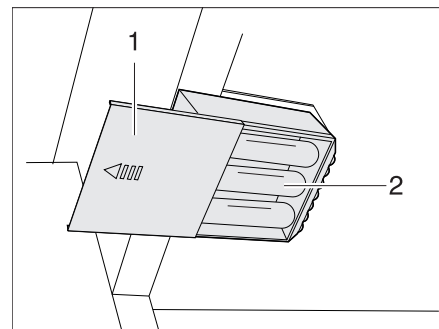

Fig. 285 Eclairage de la penderie avec DEL, compartiment à piles ouvert
- Retirer les piles (Fig. 285,2) du support de piles.
- Mettre de nouvelles piles (Fig. 285,2) de même type en place en veillant à la polarité correcte (+/-).
- Repousser le couvercle (Fig. 285,1) en place.